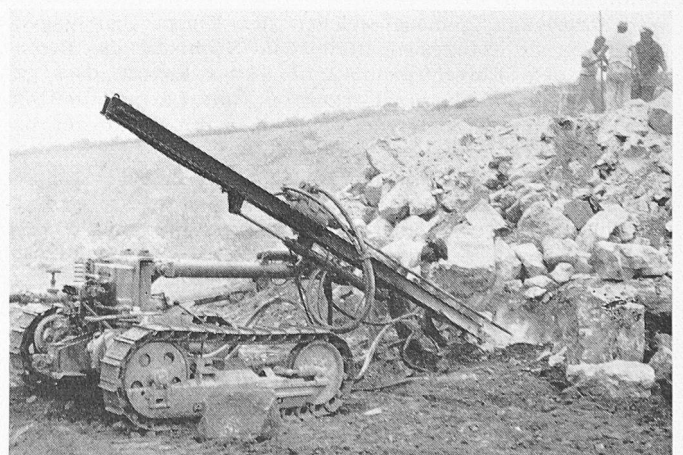

Bild 4. Universalbohrwagen *Ingersoll-Rand Crawl-IR*
*Universalbohrwagen Ingersoll-Rand Crawl-IR* (Bild 4), laffertiert auf pressluftangetriebenem Raupenchassis zum Bohren von Löchern in jeder Richtung, Gewicht mit Bohrmaschine D 45 3,1 t.